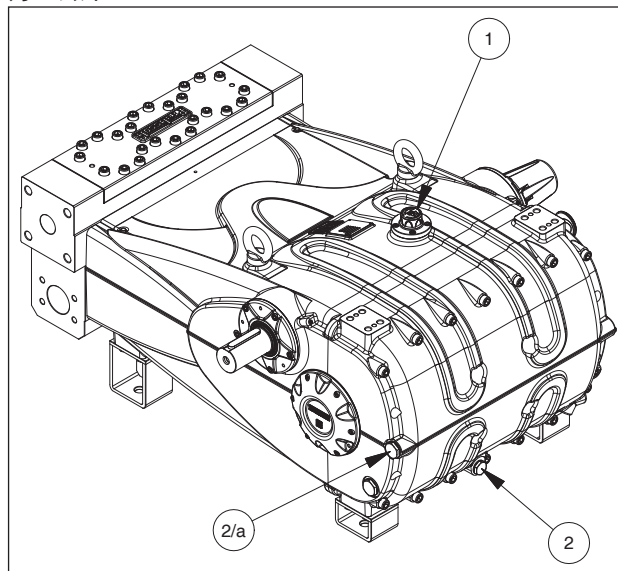

图 4
利用液面杆① - 图 4检查油面状况。
如有需要应从油盖②添加图 4。
油位的正确检查应在泵处于室温下进行，换油必须在泵处于工作温度下进行，方法是拆除加油盖（②，图 4）后进行。（使用用于垂直型的塞子2/a。）